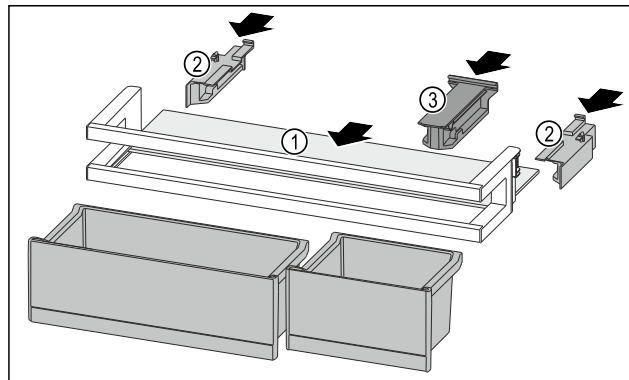

Fig. 88
- Împingeți în interior raftul Fig. 88 (1) în degajările laterale.
- Introduceți piesele laterale Fig. 88 (2).
- Introduceți piesa de susținere Fig. 88 (3).